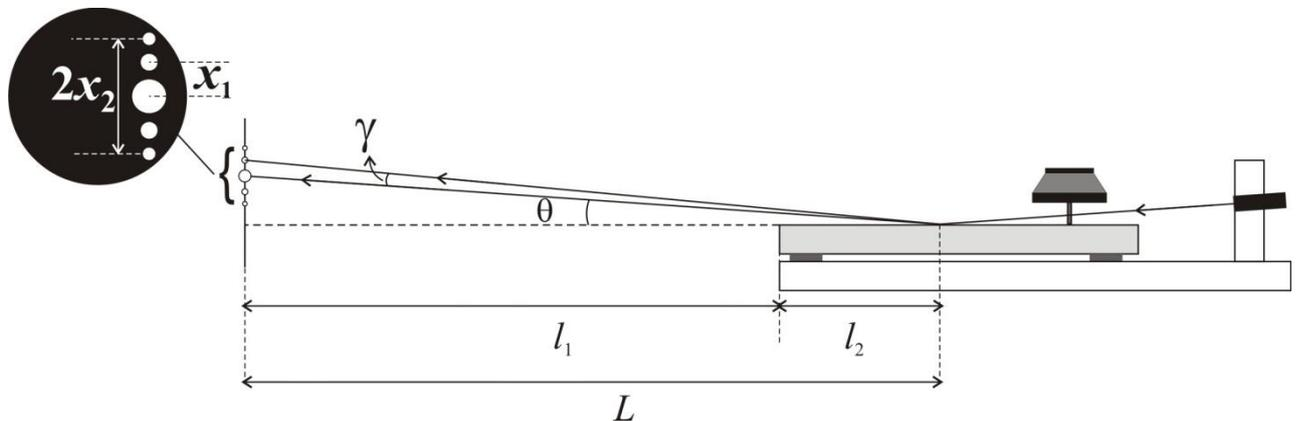

図 19: 実験装置の概略図
で与えられる。ここで、 λ_w と λ_L はそれぞれ表面波とレーザーの波長であり、角度 γ は表面波による 0 次の回折光と 1 次の回折光がなす角である (図 19)。
3. 振動子の周波数を 60 Hz に設定し、1 次と 2 次の明点をはっきりと区別できるように振幅を調整せよ(図 19 の挿入図)。